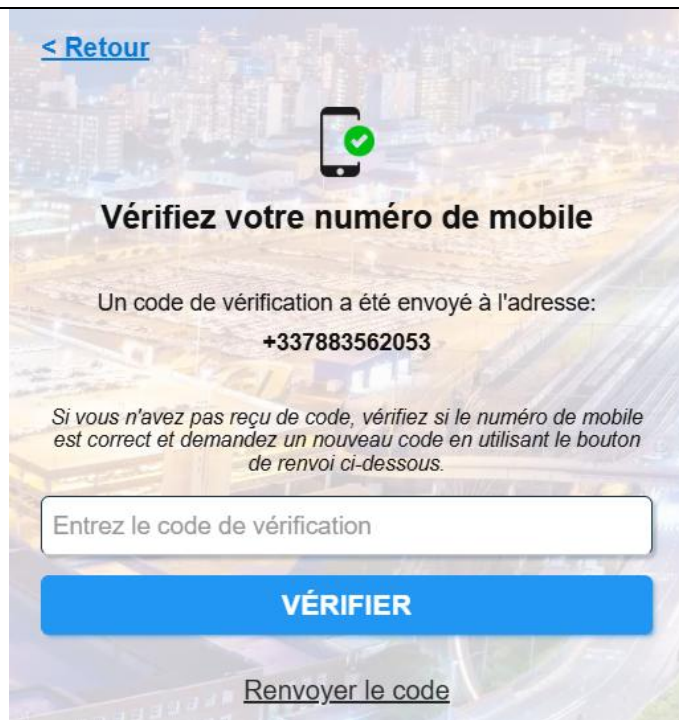

Figure 29 Vérification du numéro de téléphone mobile
2. Un écran de vérification apparaîtra où l'utilisateur doit saisir le code (voir Figure 29).